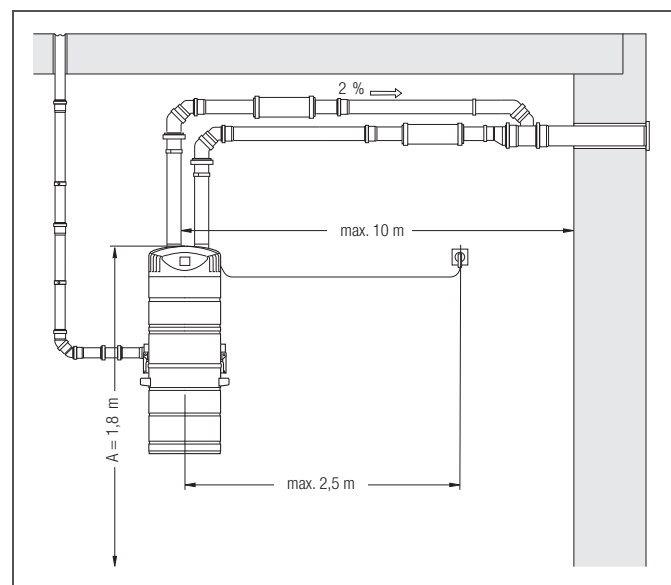

Fig. 5-27 Exemplu de montaj pentru unitatea de aspirare centrală la tipul de aparat 4000
- Pentru tipul de aparat 4000 apropiați două conducte de evacuare a aerului (RAUPIANO PLUS DN 75) de ștuțurile pentru aer evacuat de la unitatea de aspirare centrală (vezi fig. 5-27).